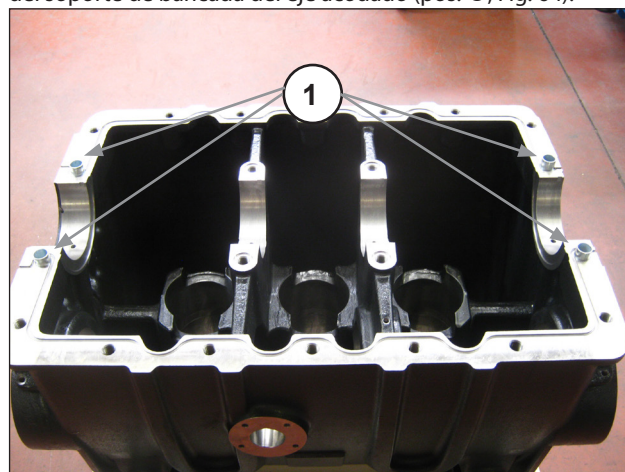

Fig. 64
Introducir los casquillos de centrado en los orificios específicos del soporte de bancada del eje acodado (pos. ①, Fig. 64).